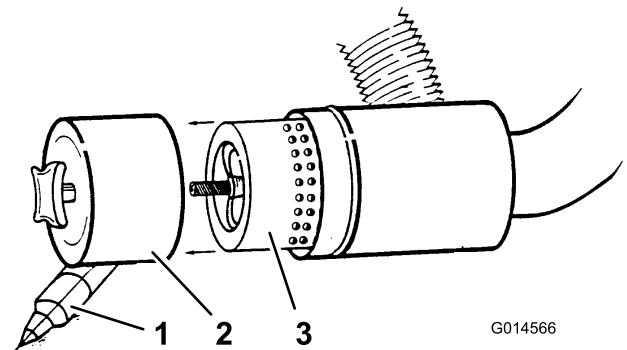

Bild 51
Warten Sie den Hauptluftfilter nur, wenn die Wartungsanzeige dies anzeigt (Bild 51). Das frühzeitige Auswechseln des Luftfilters erhöht nur die Gefahr, dass Schmutz in den Motor gelangt, wenn Sie den Filter entfernen.
3. Nehmen Sie den Filter heraus und wechseln Sie ihn (Bild 51).